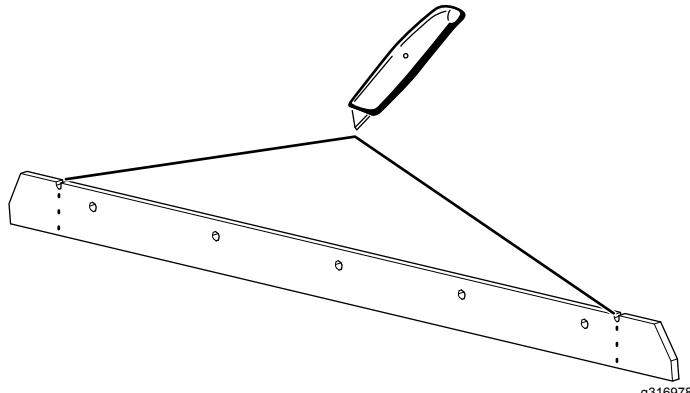

Figure 2
1. Coupez le racloir au niveau des encoches, comme montré à la Figure 2.